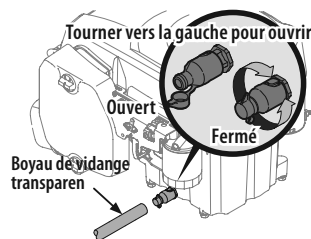

Figure 35
4. Retirez le capuchon protecteur de la soupape de vidange. Voir Figure 35.